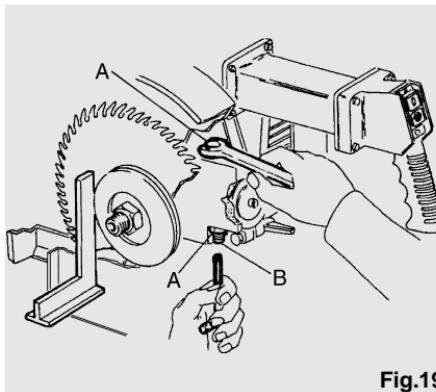

Fig.19
- Controllare con una squadra che la lama sia perfettamente perpendicolare al piano (vedi fig. 19). Se ciò non fosse, agire sul dado (A) con una chiave a bocca aperta di 13 e sul grano (B) con una chiave a brugola. Allentando il grano superiore, stringendo quello inferiore o viceversa una volta trovata la perpendicolarità serrare il dado (A) bloccando i grani in posizione.